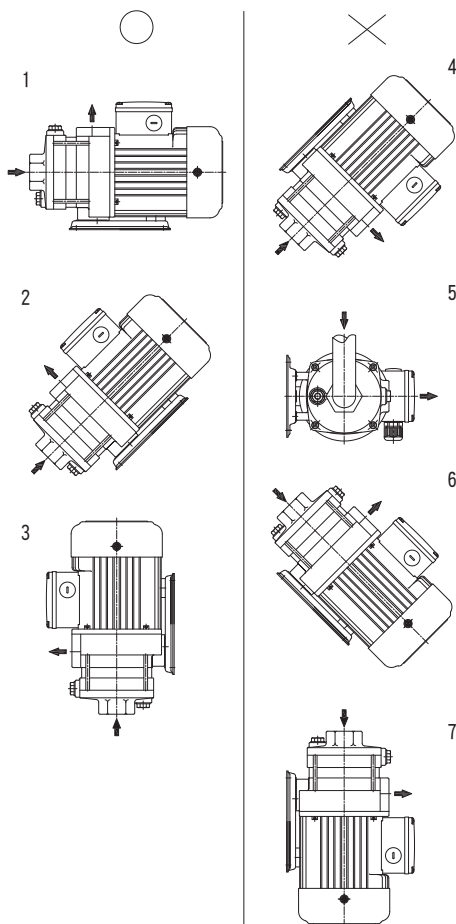

Fig.1
2.1.5 本產品正常以水平安裝為主，若需採取其他安裝方位，必須考慮洩水塞能將泵浦內流體完全排出為原則。如下圖例 Fig.1。